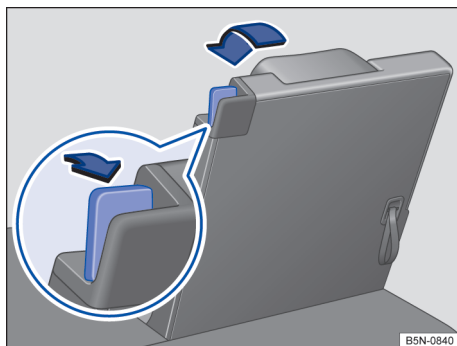

Fig. 88 Rebater a terceira fileira de assentos na posição de assoalho reversível.
- Puxar a alavanca de destravamento → **Fig. 88** totalmente para trás para destravar o encosto do banco traseiro.
- Puxar na alça no encosto do banco traseiro → **Fig. 88**, para rebater para trás o encosto do banco traseiro. **OU:** com a mão, pela parte interior do veículo, rebater de volta o encosto do banco traseiro.
- A marcação vermelha na alavanca de destravamento → **Fig. 88** não pode mais estar visível.
- Uma marca vermelha na alavanca de destravamento → Fig. 88 sinaliza um encosto do banco traseiro não encaixado; a marcação vermelha não pode estar visível no estado encaixado.